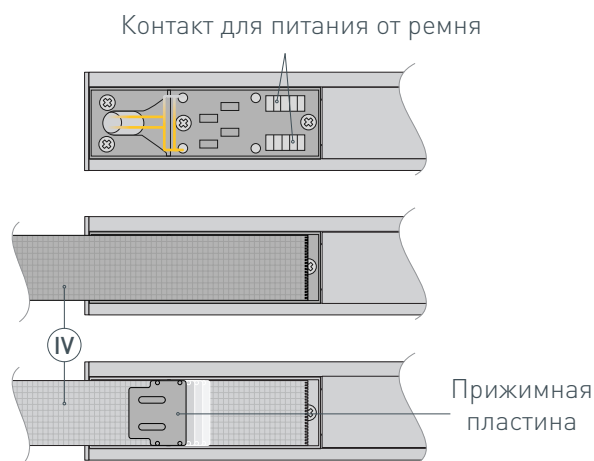

Рис. 3. Установка токопроводящего ремня (V). Вид сверху
- 4** / Закрепите токопроводящий ремень (IV) на неполяризованной пластине с помощью прижимной пластины из комплекта фиксатора токопроводящего ремня (V), как показано на рис. 3. Расположение токопроводящих жил в ремне должно совпасть с контактами на пластине для питания от ремня.